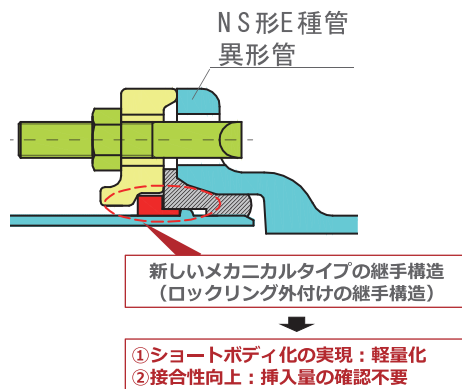

図2 NS形E種管 異形管の特長
新しいメカニカルタイプの継手構造により、①ショートボディ化による軽量化、②接合性向上 (挿入量の確認不要) を実現した (図2)。